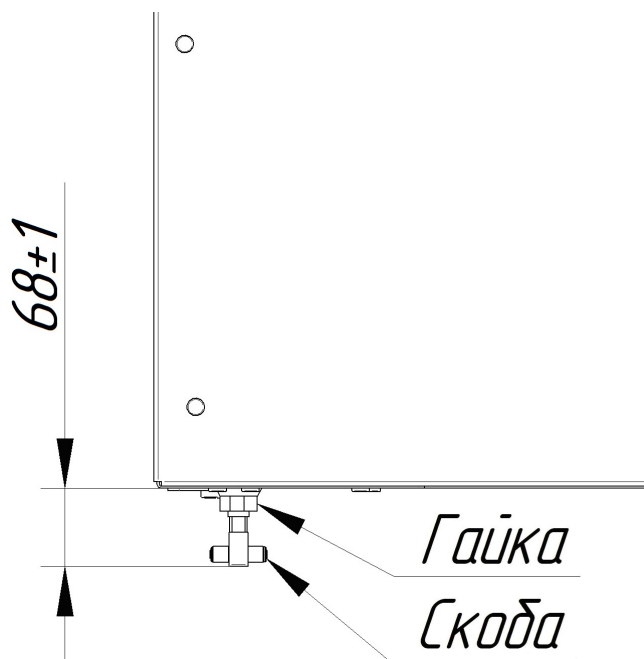

Рис. 17. Регулировка замкового устройства
При неправильной работе уплотнителя (выход пара) печи необходимо отрегулировать положение скобы (см. рис. 17). Для этого требуется выполнить:
2. отрегулировать положение скобы согласно рис. 17;